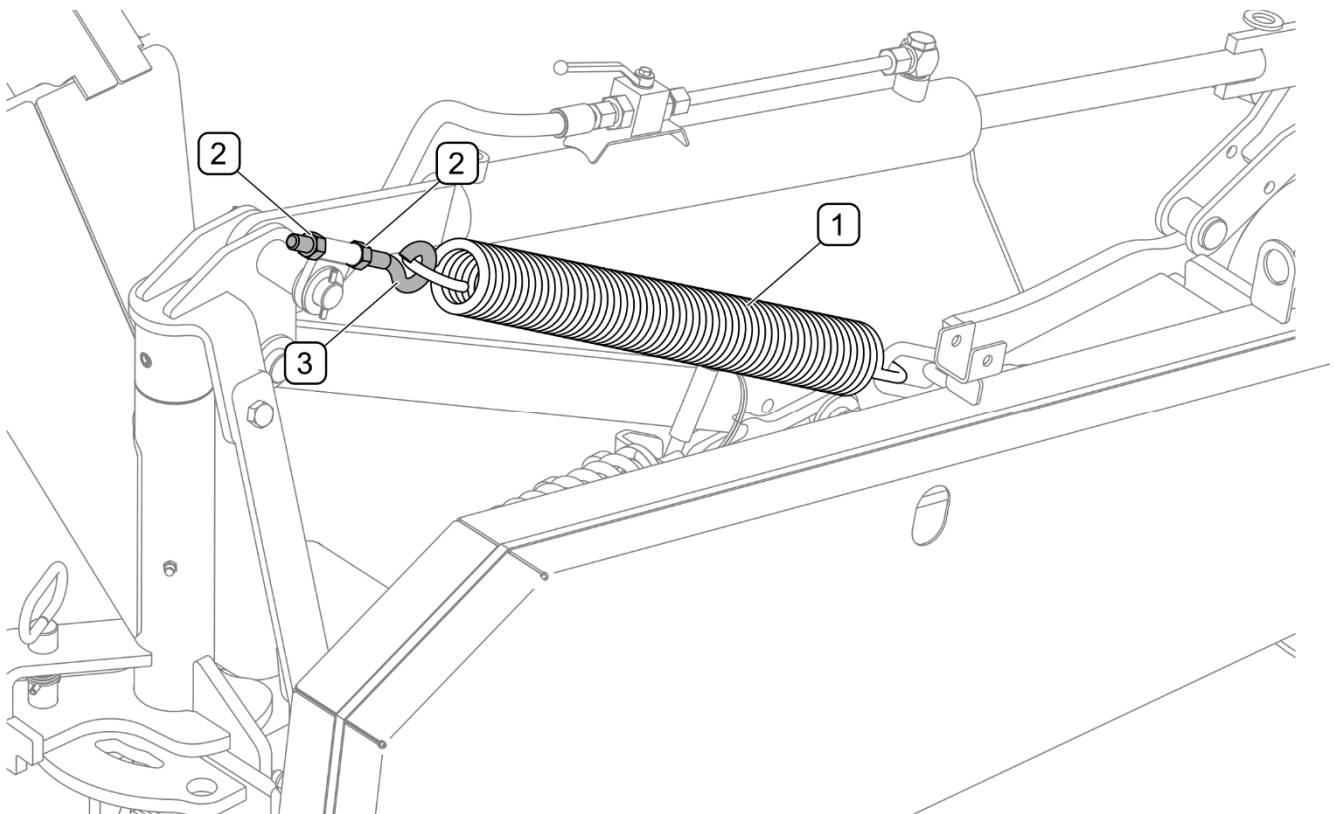

ABBILDUNG 4.12 Einstellung der Entlastungsfeder
(1) - Entlastungsfeder; (2) - Einstellmutter; (3) - Spanner
Die Entlastungsfeder (1) des Schneidwerks verfügt über eine Einstellung des Andrucks des Schneidwerks auf den Boden während des Mähens (ABBILDUNG 4.12). In Abhängigkeit vom Untergrund und Gestaltung des Geländes kann die Andruckkraft durch Änderung der